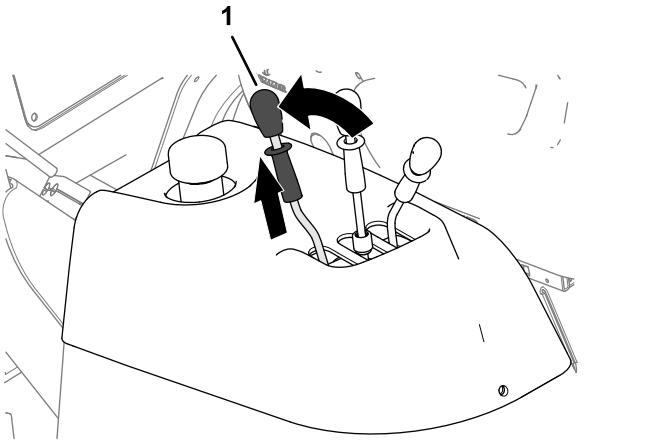

Figure 55
- Demandez à une autre personne de tirer le levier de vidage en arrière et de le maintenir dans cette position (Figure 55).